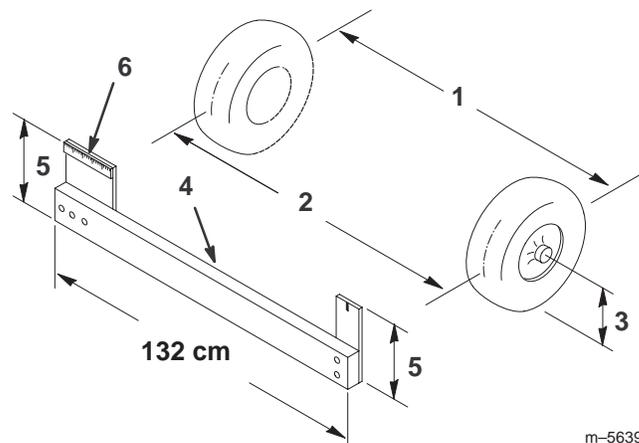

Bild 34
2. Messen Sie den Abstand zwischen beiden Vorderreifen auf Achshöhe (an der Vorder- und Rückseite der Vorderreifen) (Bild 34). Eine Messlehre wird für das hintere Maß der Vorderreifen auf Achshöhe erforderlich. Benutzen Sie die gleiche Messlehre für das genaue Vermessen der Vorderseite der Vorderreifen auf Achshöhe (Bild 34).